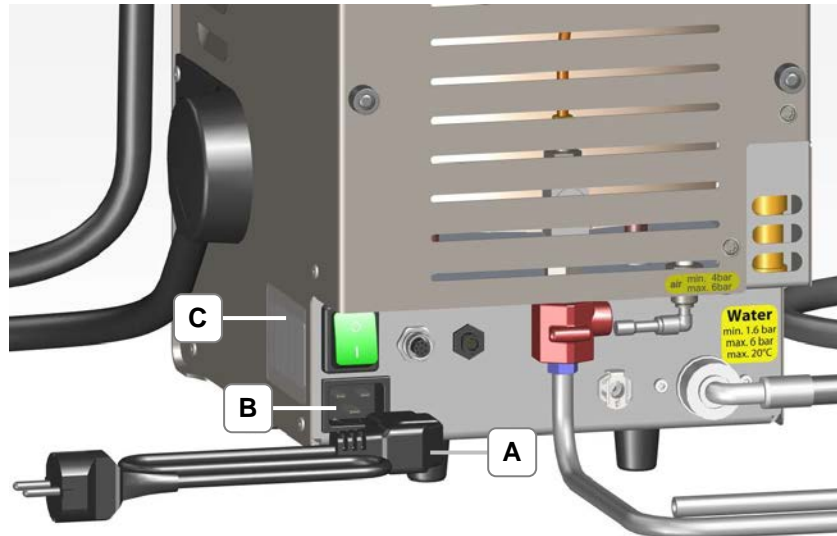

Imagen 4.1.1.1: Cable de red
1. Conecte el cable de red (imagen 4.1.1.1-A) en la conexión (imagen 4.1.1.1-B) .